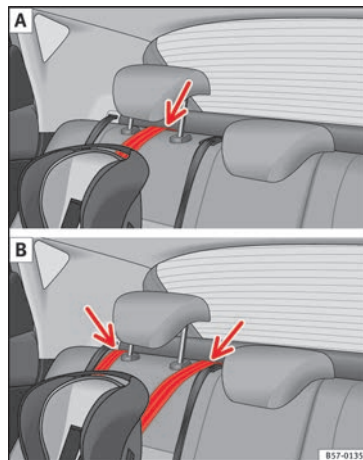

Fig. 30 Sangle de fixation : réglage et montage en fonction de la ceinture Top Tether.
- Placez la courroie sous l'appuie-tête du siège avant » **fig. 30** (en fonction des instructions du siège, relevez ou retirez l'appuie-tête si nécessaire).